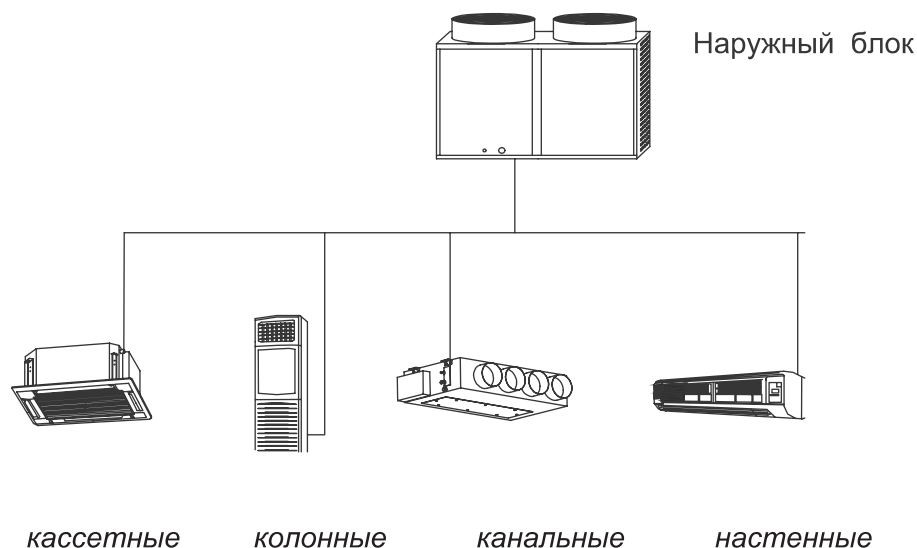

Рис.1.1.1
- Мультizonальная система GMV представляет собой установку, которая состоит из одного наружного и нескольких внутренних блоков. К одному наружному блоку в зависимости от мощности возможно подключение до 16 – ти внутренних блоков различной мощности и модификации - кассетные, настенные, канальные и колонные. (рис. 1.1.1)